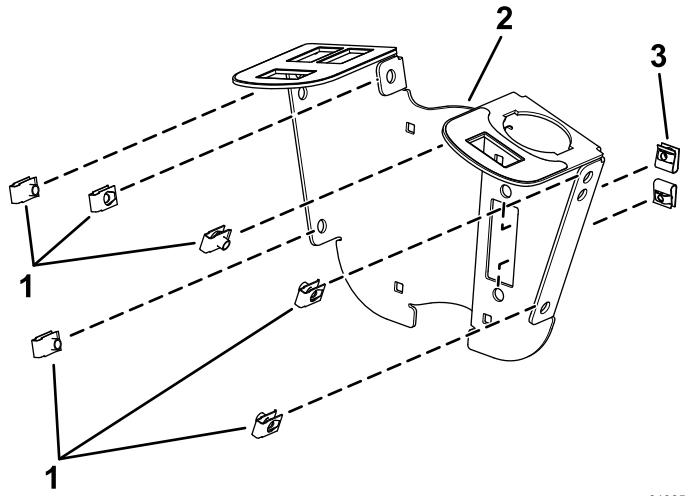

Figure 1
1. Installez les 6 clips et les 2 écrous rapides sur le support de commutateurs (Figure 1).